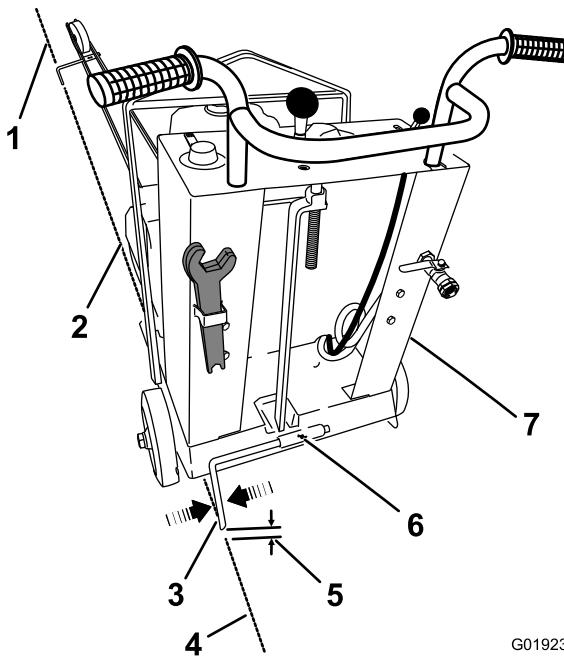

Figure 22
1. Tracez à la craie une ligne de 3 m (10 pi) ou plus sur la surface de travail (Figure 22).
2. Alignez la lame et le pointeur avant sur la ligne tracée sur la surface de travail (Figure 22).
3. Au dos de la console, desserrez la vis à oreilles qui fixe le pointeur à l'arrière de la base et faites pivoter le pointeur vers le bas (Figure 22).
4. Glissez le pointeur vers la gauche ou la droite pour l'aligner avec le trait tracé sur la surface de travail, et elevez-le à 3-6 mm (1/8-1/4 po) au-dessus de la surface de travail (Figure 22).
5. Resserrez la vis à oreilles qui fixe le pointeur à la base de la machine (Figure 22).